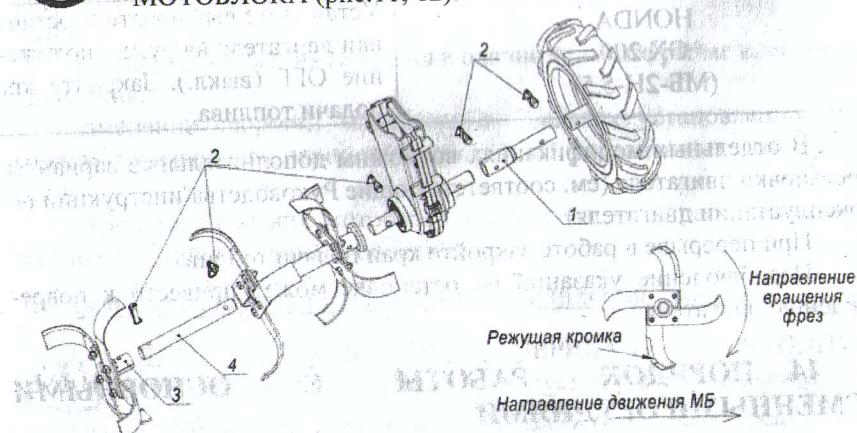

Рис.11. Установка 6 фрез-культиваторов или колес.
**ВНИМАНИЕ! ОСТРЫЕ КРОМКИ НОЖЕЙ ДОЛЖНЫ БЫТЬ НАПРАВЛЕНЫ ПО НАПРАВЛЕНИЮ ДВИЖЕНИЯ МОТОБЛОКА (рис.11; 12).**